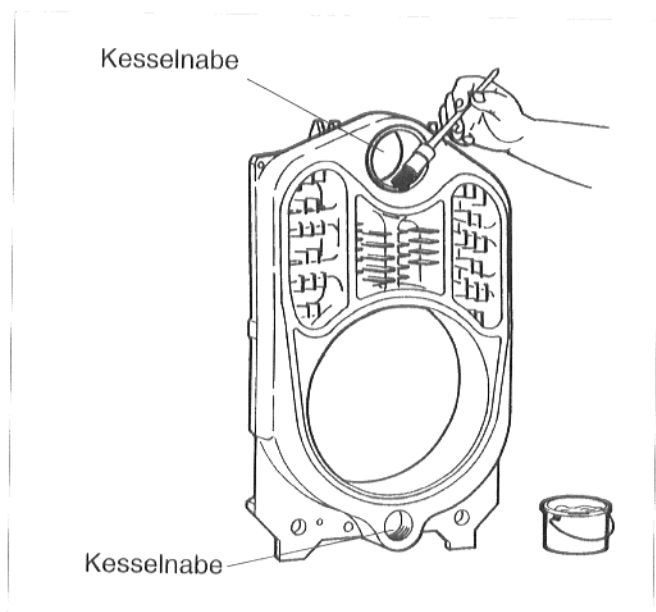

Abb. 6
- Naben der Kesselglieder innen mit Mennige einstreichen (Abb. 6).